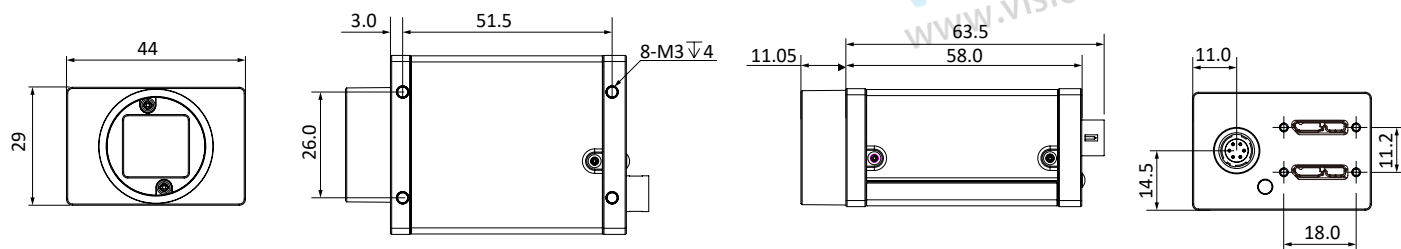

图 1-6: 29 \* 44 \* 58mm 扁壳的双 USB3.0 相机的物理尺寸。
- 29 \* 44 \* 58mm 双 USB3.0 相机扁壳尺寸图如图 1-6 所示。